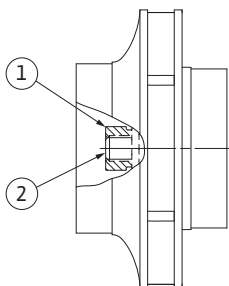

Fig. 55: Правильне положення гайки робочого колеса після монтажу
29. Зафіксувати вал (див. п. 24) і затягнути гайку робочого колеса з крутним моментом згідно до вимог (див. перелік «Табл. 11. Моменти затягнення гвинтів» на сторінці 56). Гайка (Fig. 55, п. 1) має відступати від краю вала не більше ніж на $\pm 0,5$ мм (Fig. 55, п. 2). Якщо цього досягнути не вдалось, гайку слід викрутити і повторити кроки 25 – 29.